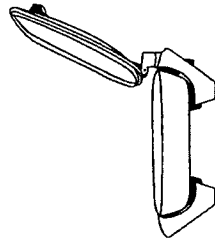

Fig. 2
- Cuando levante y baje la tapa, utilice siempre la perilla que eleva la tapa (ver Fig. 2)